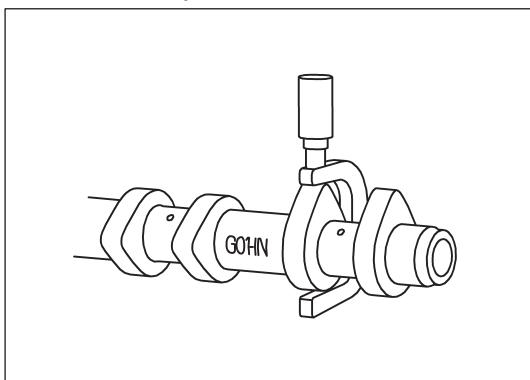

Рис. 12-3-25. Измерение высоты кулачков
- (6) Проверка высоты кулачка
- При помощи микрометра измерить высоту кулачка, как изображено на рис. 12-3-25.